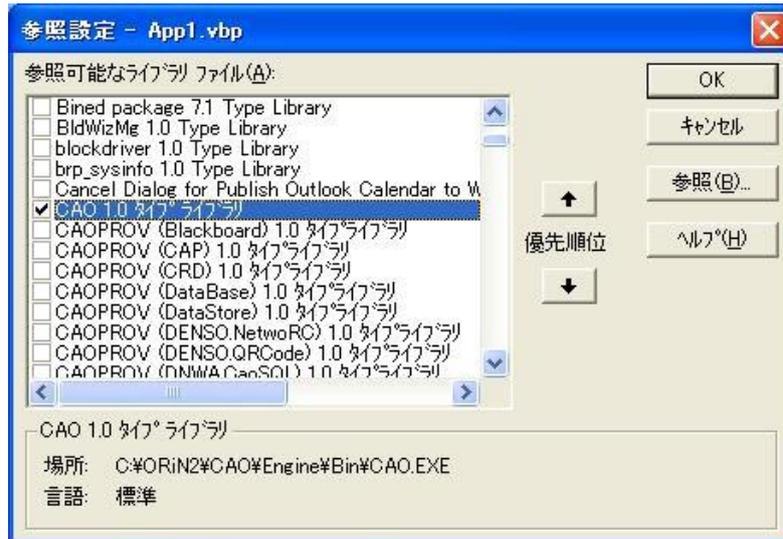

図 4-2 CAO タイプライブラリの参照
- (1) Visual Basic 6.0 を起動し、「新規プロジェクトの作成」→「標準 EXE」を選択してください。
- (2) 図 4-2 に示すように、「プロジェクト」→「参照設定」から「CAO1.0 タイプライブラリ」を追加してください。これにより、クライアントアプリケーションから CAO のライブラリを使用することができます。